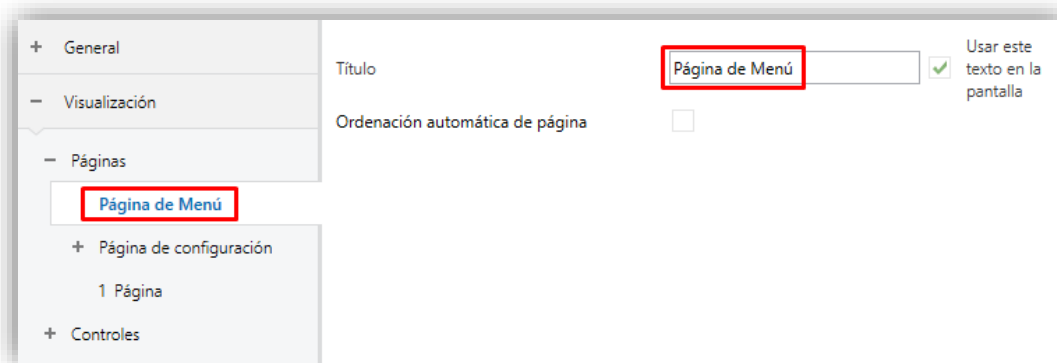

Figura 43. Menú.
- **Título:** campo de texto que permite identificar la página de Menú. Además, este campo permitirá cambiar el nombre de la pestaña en el menú de la izquierda de ETS, tal y como se muestra en la Figura 43.